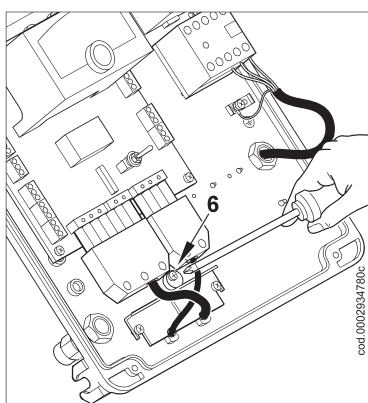

Рисунок 3
3) Поместите кабельный зажим, как указано на рис. 3. Поверните эксцентрик (6) так, чтобы пластинка зажима оказала давление на два кабеля, теперь можно затянуть винты, фиксирующие пластинку зажима. Наконец, соедините два разъёма 7-ми и 4-штырьковый.